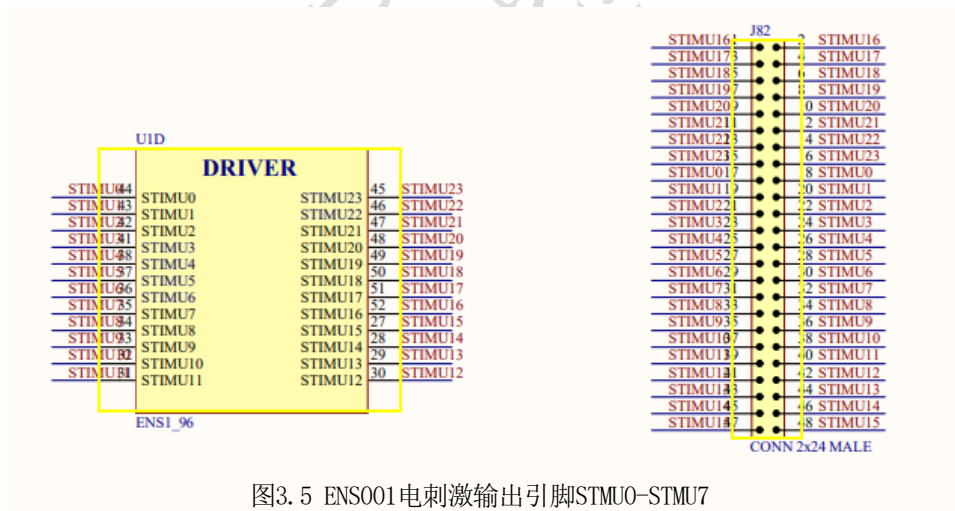
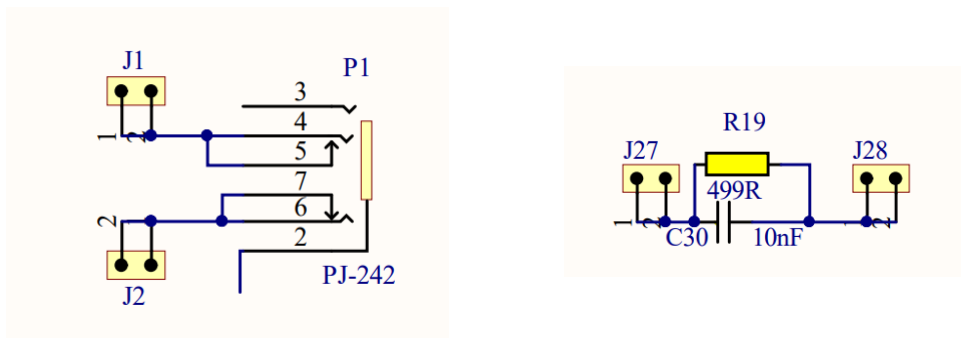

图3.5 ENS001电刺激输出引脚STIMU0-STIMU7
图3.6 模拟负载与电刺激线接口
- 全功能电刺激输出引脚如图3.5，图3.6中的电容电阻模拟负载可用于波形测试，2.5mm耳机孔可连接一出二理疗仪导线和电极贴片用于体验不同刺激波形的实际体感。